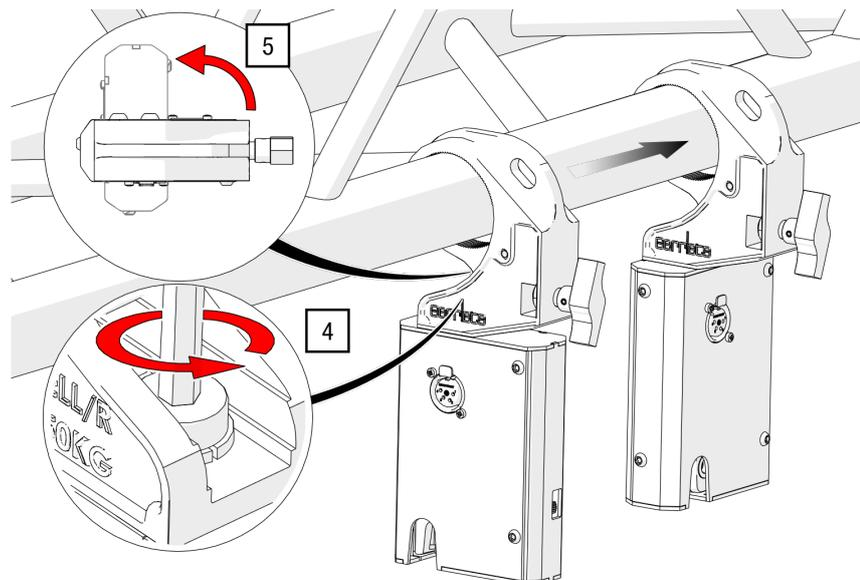

Abb. 17: KABUKI G3 LED – Anschlagmittel drehen
4. Lösen Sie die Schraube mit dem ISK SW 8 auf der Oberseite der Auslöseeinheit, bis sich der Rohrhaken drehen lässt (siehe Abb. 17).
5. Richten Sie die Auslöseeinheit zum abzuwerfenden Dekomaterial so aus, dass ein Verhaken durch Schrägzug ausgeschlossen ist (siehe Abb. 17).